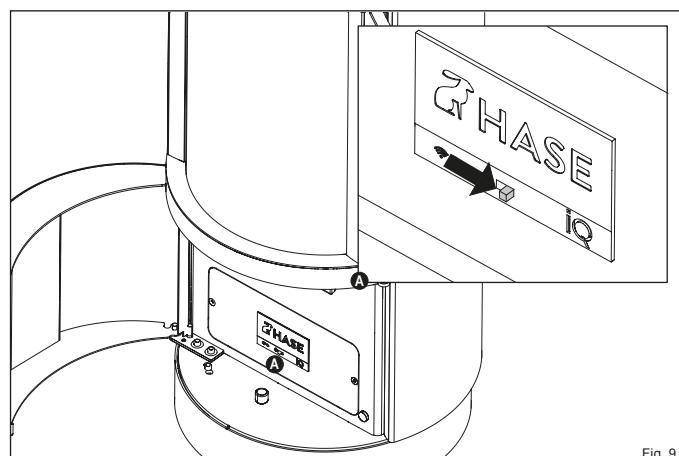

Fig. 9
- Placez l'interrupteur du panneau de commande sur « Marche » (Fig. 9). Lorsque le voyant de fonctionnement est bleu, la régulation est prête à être utilisée.